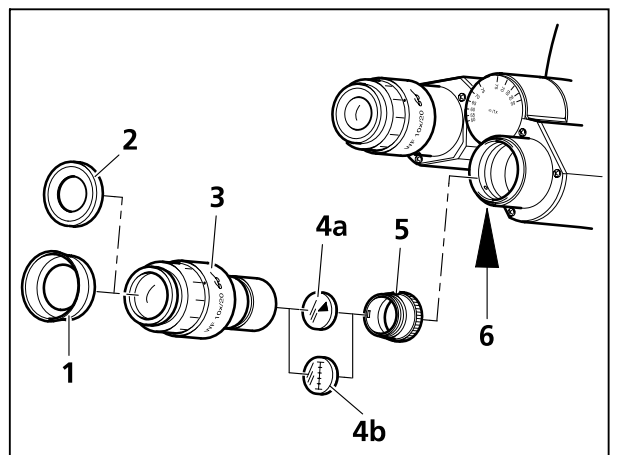
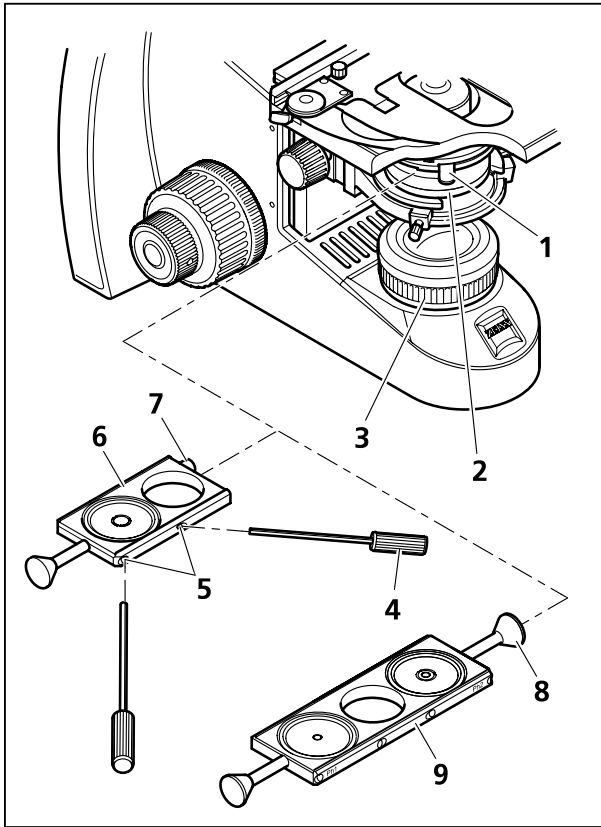
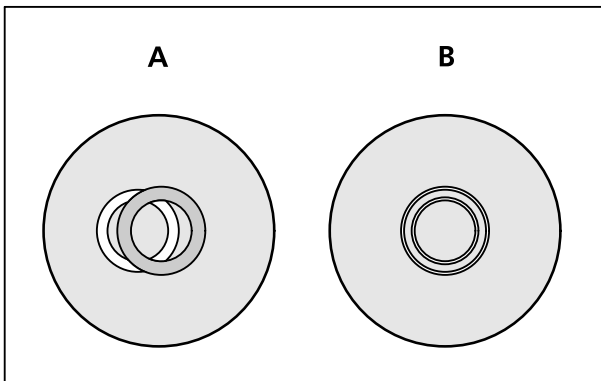

图 20 安装目镜指针或目镜测微器
图 22 装入滑板
图 23 对中位相环
目镜（图 20/3）配有可翻卷的橡胶眼罩（图 20/1：拉开，图 20/2：翻卷）。
- 用内六角扳手 SW 1 mm，从下方松开双目镜部件上的无头螺钉（图 20/6）。
- 用手从目镜中旋转取出光阑部件（图 20/5）。
- 将目镜指针（图 20/4a）或目镜测微器（图 20/4b）装入目镜（涂装侧指向观察者的眼睛方向）。重新旋入光阑部件。
- 用目镜调节环（图 20/3）精确调节目镜指针的楔状图形。
- 打开座架上的视场光阑（图 22/3），并使用调节杆（图 22/1）打开阿贝聚光器（图 22/2）上的孔径光阑。
- 针对所使用的物镜，安装带一个（图 22/6）或两个（图 22/9）相衬位置的匹配滑板。
- 滑板 Ph 1、Ph 2 或 Ph 3（图 20/6）：将螺钉（图 22/7）拧出。从左侧将滑板插入阿贝-聚光器，并将螺钉（图 22/7）旋入拧紧。
- 滑板 Ph 1 / H / Ph 2（图 22/9）：将右侧旋柄（图 22/8）拧出。从左侧将滑板（图 22/9）插入阿贝-聚光器（帖标 Ph 1 和 Ph 2 从正前方侧面清晰可见）。再将旋柄拧紧。
- 检查环形光圈-对中调节情况是否与图 23 中的描述相符。为此，取下目镜，并用瞄准器予以替换。
- 如果需要，用两个内六角扳手 SW 1.5（图 22/4），通过滑板的两个调节螺丝（图 22/5）对环型光圈（图 23/A）进行对中调节，直到与图中所示一致（图 23/B）。